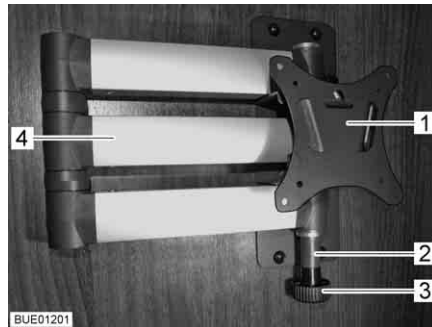

Bild 86 Halterung mit Gelenkarm
- Entriegelungsknopf (Bild 86,3) ziehen. Der Gelenkarm (Bild 86,4) ist entriegelt.
- Flachbildschirm in die Ausgangslage zurückschwenken, bis die Halterung (Bild 86,1) in die Verriegelung (Bild 86,2) einrastet.